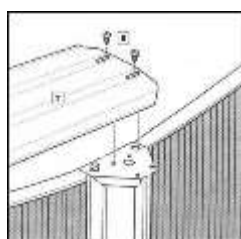

fig. 30
a) Alinear los agujeros tal y como se muestra (fig. 30) (8). Fijar en su sitio sobre la placa superior e insertar un tornillo a través de los agujeros ovales. No apretar los tornillos por el momento, hasta que todos los perfiles superiores estén colocados en su sitio.